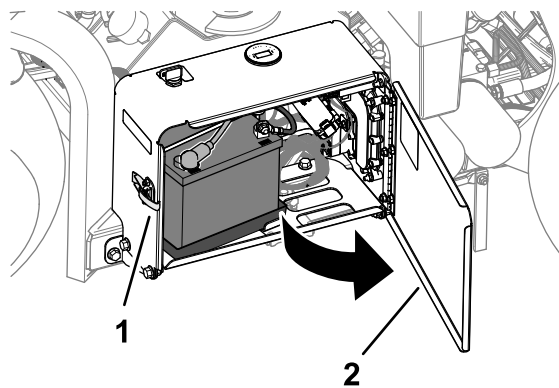

図 158
1. ラッチを外し、バッテリーコンパートメントのドアを開く 図 158。